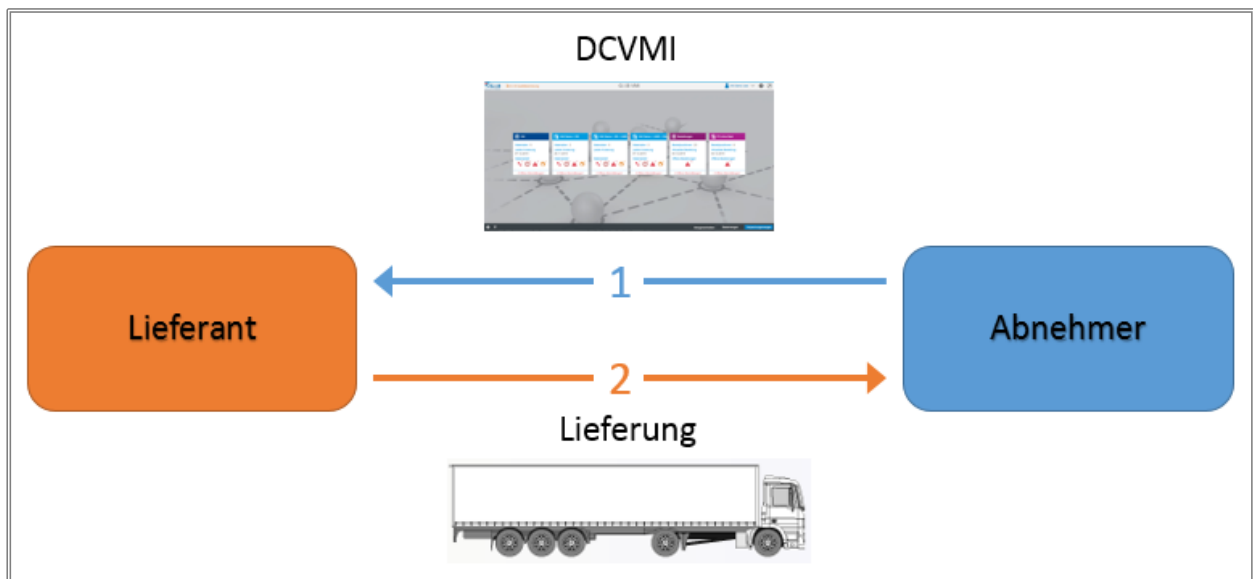

Abb. 1: Der VMI-Prozess
VMI ist ein logistisches Steuerungskonzept, bei dem der Lieferant das Lager des Abnehmers eigenständig befüllt (vgl. Abb. 1). Der Abnehmer stellt dem Lieferanten die hierfür notwendigen Lagerbestands- und Verbrauchsdaten mit Hilfe des internetbasierten DCV Frontends zur Verfügung (1). Im Gegenzug befüllt der Lieferant das Lager des Abnehmers gemäß der DCV Regeln und der im DCV Frontend dargestellten Informationen (2).